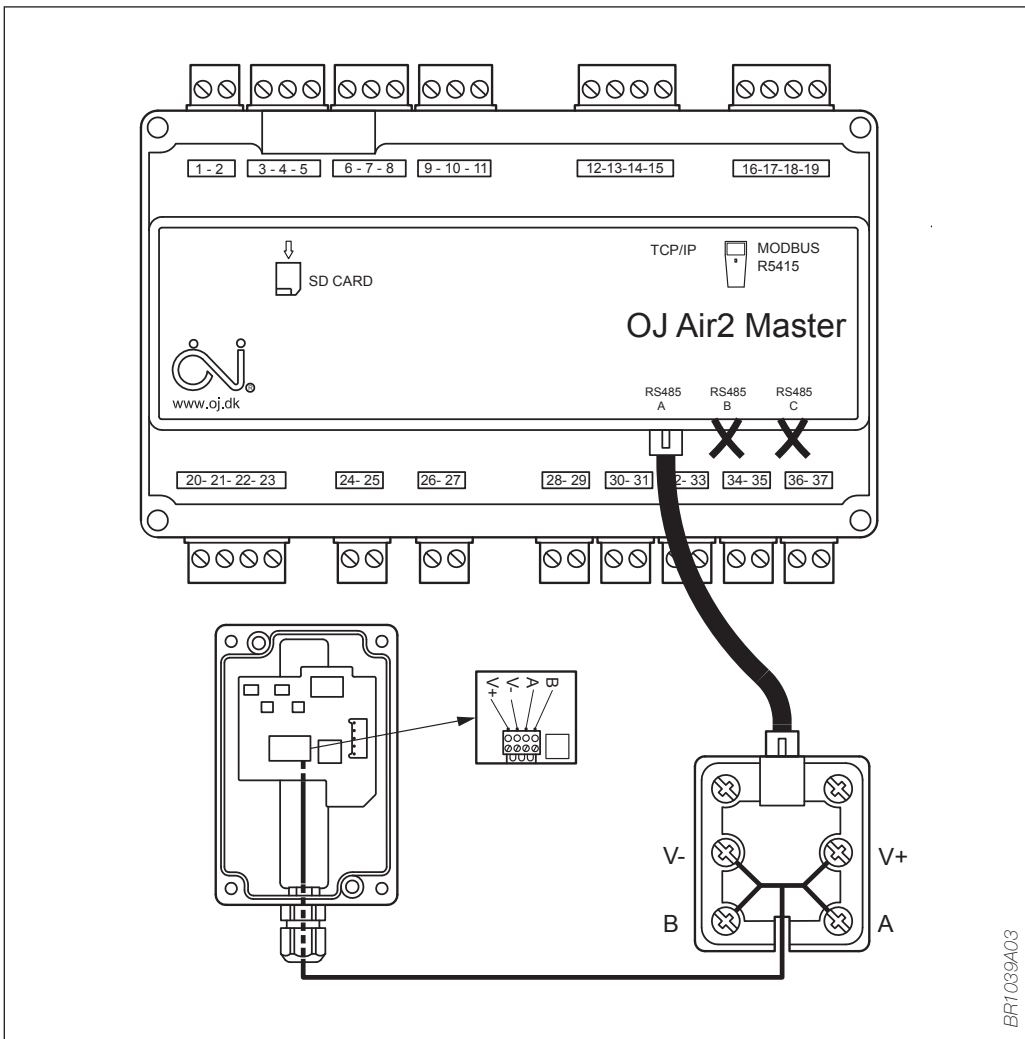

Fig. 6 - Connection diagram
- Abb. 6: Anschlussdiagramm
La TTH-6040-O mesure la température extérieure et communique le résultat par Modbus. La sonde de température devrait être montée sur une surface plane à un endroit adéquat pour la mesure. Ne montez pas la sonde directement sous la lumière du soleil ou dans des courants d'air. Raccordez la sonde à la boîte de jonction en utilisant un câble à 4 conducteurs (non fourni), voir la figure 6.
- Fig. 6 : Schéma de filerie